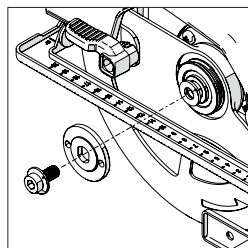

Fig. 4
- Con la llave hexagonal suministrada, afloje y retire el tornillo de cabeza hueca del eje, las fijaciones asociadas y el borde exterior de la hoja. (**Fig. 4**)